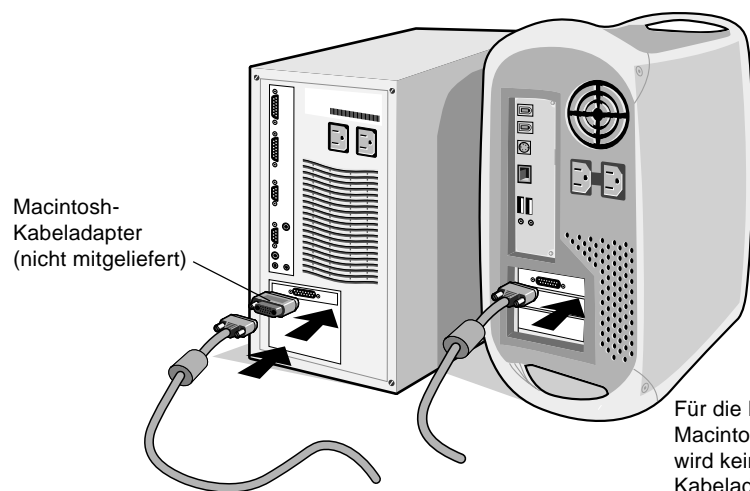

Abbildung B.1
**Mac:** Schließen Sie den Macintosh-Kabeladapter für den LCD1501 an den Computer an (**Abbildung B.1**). Stecken Sie den Mini-D-SUB-Stecker (15 Stifte) des Signalkabels in den Macintosh-Kabeladapter für den LCD1501 (**Abbildung B.1**). Ziehen Sie alle Schrauben fest.